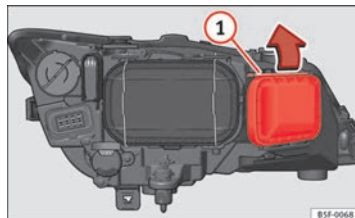

Fig. 185 Lâmpada da luz de máximos
- Desloque o tirante ⇒ Fig. 185 ① no sentido da seta e puxe a tampa.